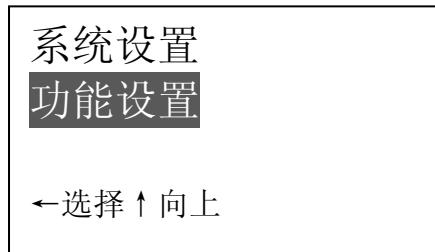

图 33
c. 用↑或↓键选中功能设置，按←键进入（如图 33）。
- 用 \uparrow 或 \downarrow 键选中 **功能设置**，按 \leftarrow 键进入（如图 33）。
- h. 用 **↑** 或 **↓** 键选中 **功能设置**，按 **←** 键进入（如图 33）。
- a. 用↑或↓键选中功能设置，按←键进入（如图 33）。